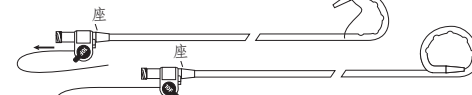

图7
7.闭合缝线锁定结构：拉动缝线，直到形成所需的猪尾。向远端旋转缝线锁定结构，使缝合部位就位。详见图7。